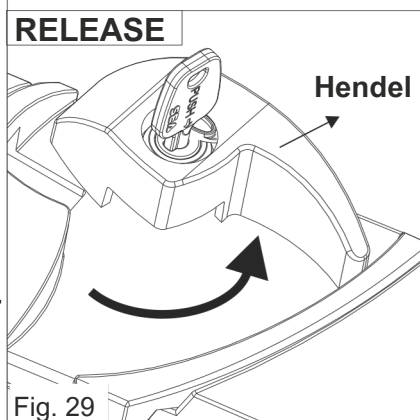

Fig. 29
3. Draai de hendel linksom om de motor te ontgrendelen (Fig. 29)